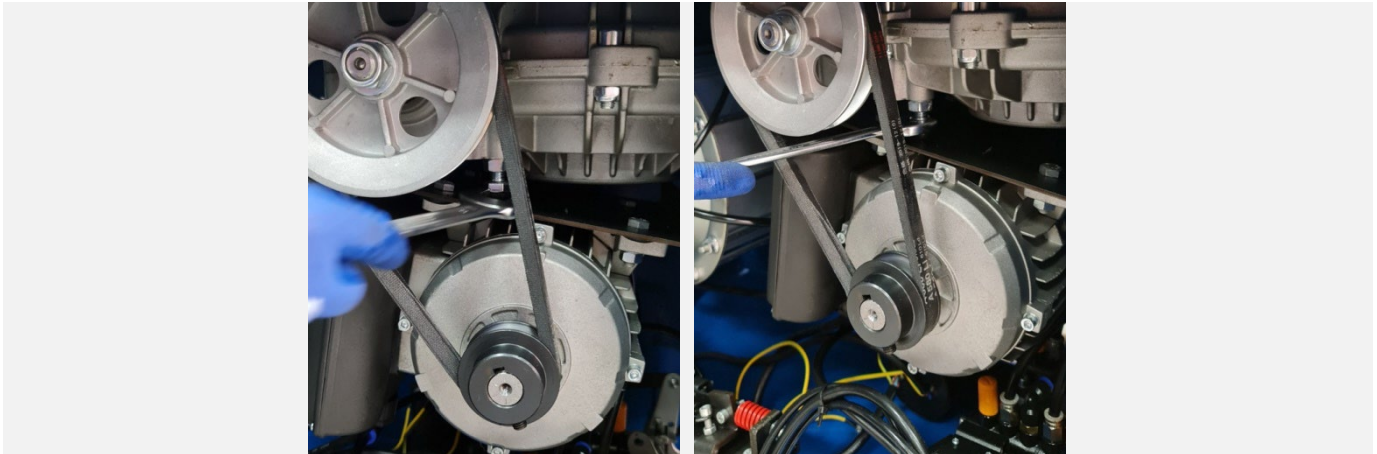

Рисунок 76
- Открутив контргайку, вращая специальный регулировочный болт отрегулировать натяжение приводного ремня (см. Рисунок 76).